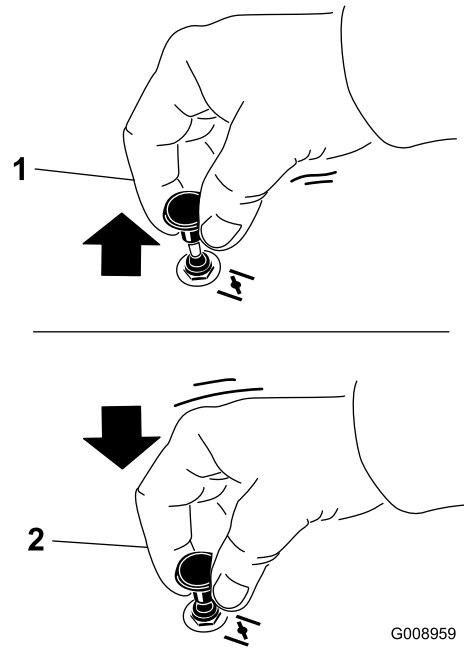

Figura 23
2. Tire hacia arriba del mando para activar el estárter antes de girar la llave del contacto (Figura 23).
3. Presione hacia abajo el mando del estárter para desactivar el estárter después de que el motor arranque (Figura 23).
1. Desengrane las cuchillas moviendo el mando de control de las cuchillas a la posición de DESENGRANADO (Figura 23).